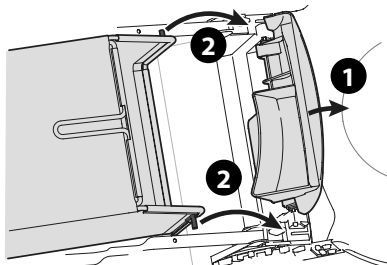

Figura 8
1. Levante la puerta de descarga trasera de la cortadora (Figura 8).